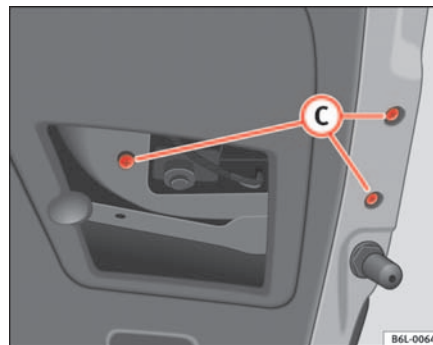

Fig. 154 Luz trasera en el portón
- Extraiga los tornillos **(C)** ⇒ página 226, fig. 154 y desenchufe el conector.